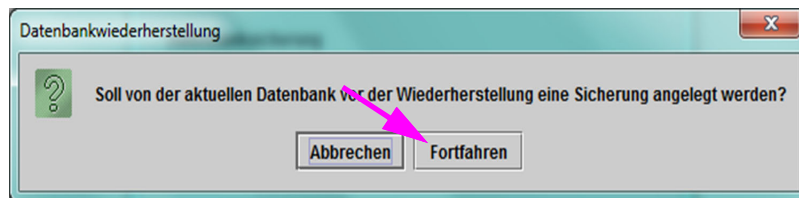
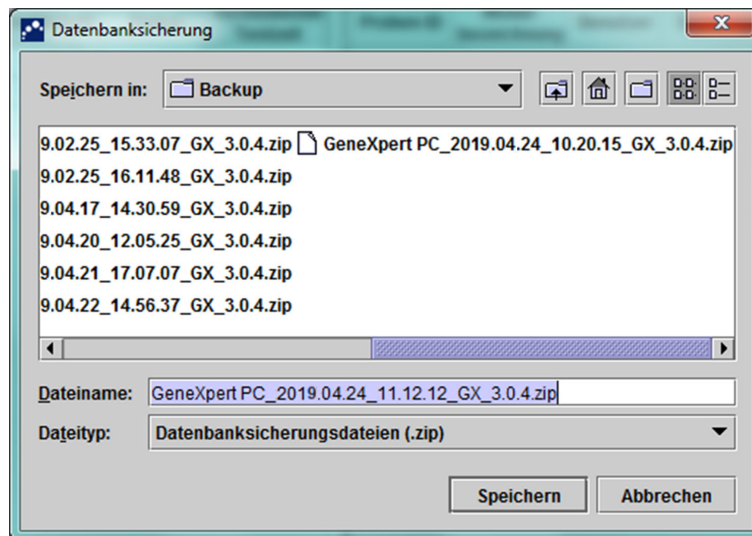

Abbildung 5-77. Dialogfeld „Datenbankwiederherstellung“
Abbildung 5-78. Dialogfeld „Datenbanksicherung“
2. Auf **Fortfahren** klicken. Es wird ein Dialogfeld angezeigt, in dem Sie gefragt werden, ob Sie die aktuelle Datenbank sichern möchten, bevor Sie die Sicherungskopie wiederherstellen. (Dies wird empfohlen.) Siehe Abbildung 5-77.
3. Klicken Sie im Bestätigungsdialogfeld „Datenbankwiederherstellung“ auf **Fortfahren**, um die Datenbanksicherung fortzusetzen (vgl. Abbildung 5-77). Das Dialogfeld „Datenbanksicherung“ wird angezeigt. Siehe Abbildung 5-78.
4. Suchen und wählen Sie den Ordner aus, in dem Sie die Sicherungsdatei speichern möchten, geben Sie einen Namen für die Datei ein (oder verwenden Sie den Standardnamen) und klicken Sie anschließend auf **Speichern**. Siehe Abbildung 5-78.